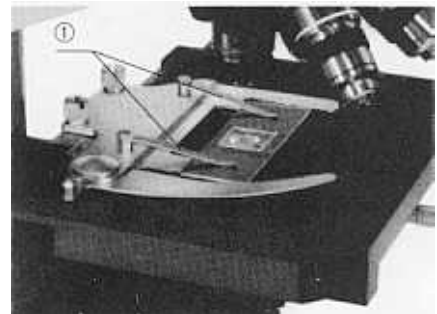

Abb. 10
- o Für die Objekthalter sind Objektklammern (1) (Abb.10) als Zubehör erhältlich.